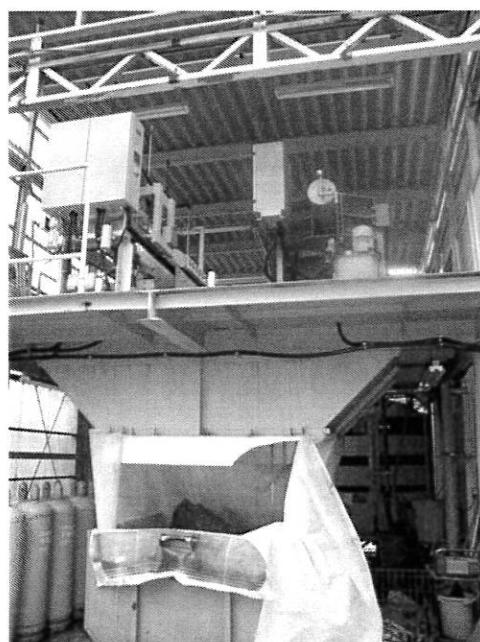

図7 フロン破壊装置個液分離装置
- ③ 残渣に凝集剤を添加し、固体と液体に分離する（図7）。